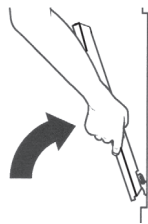
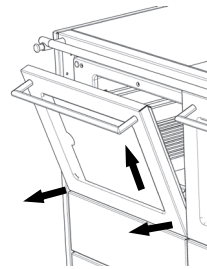

Fig. 66
Fig. 67
- Saisir la porte du four des deux côtés et la soulever légèrement, tirer les charnières vers l'avant hors des ouvertures de la porte (Fig. 66 + Fig. 67).